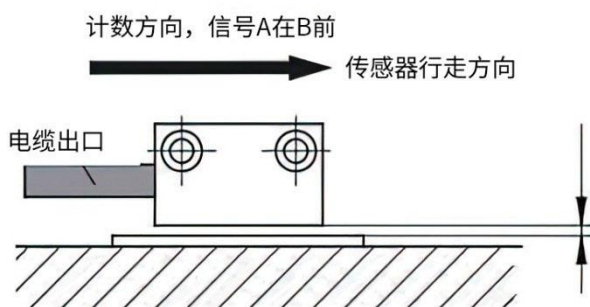
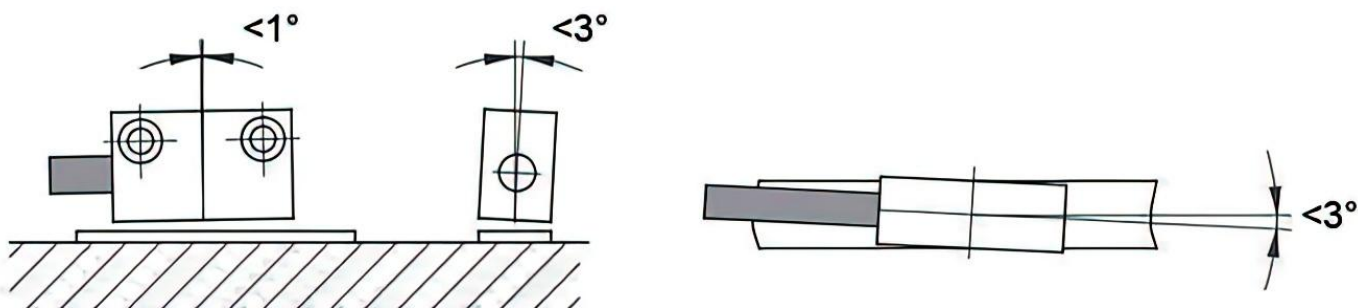

图 2-6 计数方向定义/安装
图 2-7 最大偏差
- **读数头必须与计数方向对齐**（见图 2-6），如果计数方向会随跟踪电子装置（例如磁显示装置）而改变，则可以忽略。
- 安装磁栅尺读数头时，要确保磁条和读数头之间的间隙，应确保整个测量长度方向的最大偏差(见图 2-7)
- ◆ 观察在总行进距离中磁栅尺读数头和磁条之间的间隙是否超过容忍距离或读数头是否与磁条接触（见图 2-6、图 2-7）。